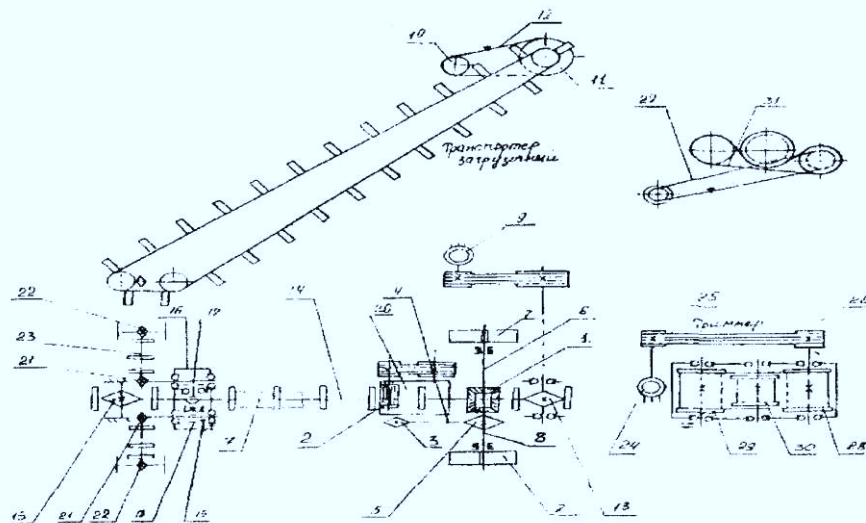

Рис.6 Кинематическая схема.
3.2.1. Натяжение ремней (рис.6 табл.2), передающих крутящие моменты со шкивов электродвигателей на шкивы транспортера загрузочного и триммера, производится перемещением электродвигателей по пазам плит с помощью натяжных рамок, а натяжение ремня мотор-редуктора с помощью консольной рамки крепления электродвигателя.
Конструкция зернометателя предусматривает привод (рис.6 таб.2) рабочих органов от трех электродвигателей: Р=3,0 кВт, n=1000 об/мин (транспортер загрузочный); Р=5,5 кВт, n=1443 об/мин (триммер); Р=0,55 кВт, n=1380 об/мин. мотор-редуктор (привод самохода).